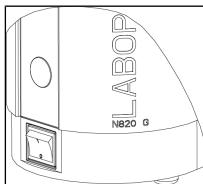

Fig.6: Allumer et éteindre la pompe avec l'interrupteur
- Allumez la pompe à l'aide de l'interrupteur (voir Fig. 6).